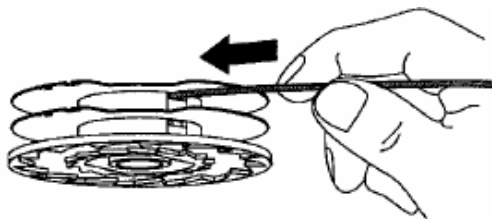

Fig. 22
3. Usando 2 trozos de línea de reemplazo de 0.080" mida aproximadamente 10.5' de línea. Coloque 2 líneas en las 2 ranuras del carrete. (Fig. 22).